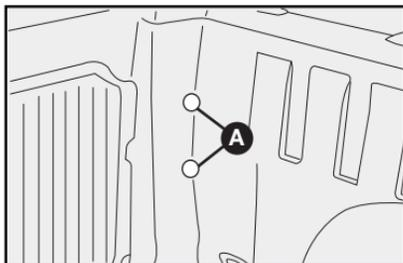

fig. 44
1) Quite las tapas de goma **A-fig. 44**, para tener acceso a los tornillos de fijación del grupo de luces.